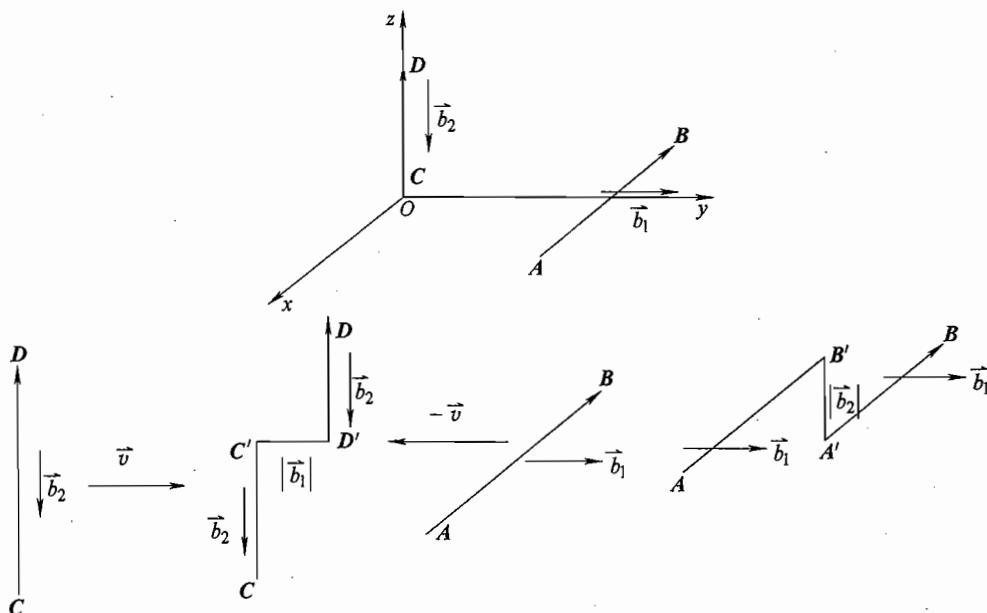

图 5-8 第五题解答图
2. 建立如图 5-8 所示的直角坐标系  $Oxyz$ 。位错 **AB** 受 **CD** 应力场的作用力为：